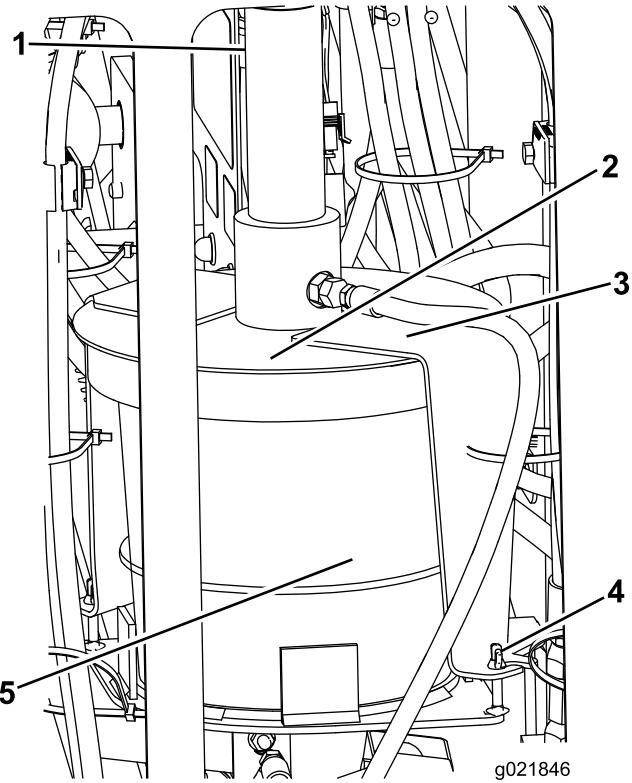

Figure 56
4. Tournez le couvercle et retirez les brides de maintien des boulons de fixation (Figure 56).
5. Soulevez le couvercle et déposez-le du bidon vide de composé d'étanchéité (Figure 56).
7. Placez le plongeur dans le bidon plein et abaissez le couvercle sur le bidon (Figure 56).
8. Glissez les brides sur les boulons de fixation et tournez le couvercle de manière à engager les brides sur les boulons (Figure 56).
3. Desserrez les écrous à oreilles qui fixent les brides de maintien du couvercle sur la machine (Figure 56).